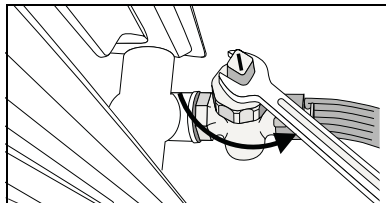

Fig. 26 Svuotamento dell'impianto di riscaldamento
- Lasciare fuoriuscire l'acqua di riscaldamento dal punto più basso dell'impianto di riscaldamento con l'ausilio del rubinetto di carico e scarico o del radiatore (fig. 26). Durante tale operazione è necessario che il disaeratore automatico situato nel punto più alto dell'impianto di riscaldamento / del radiatore (v. fig. 16, pagina 26) sia aperto.